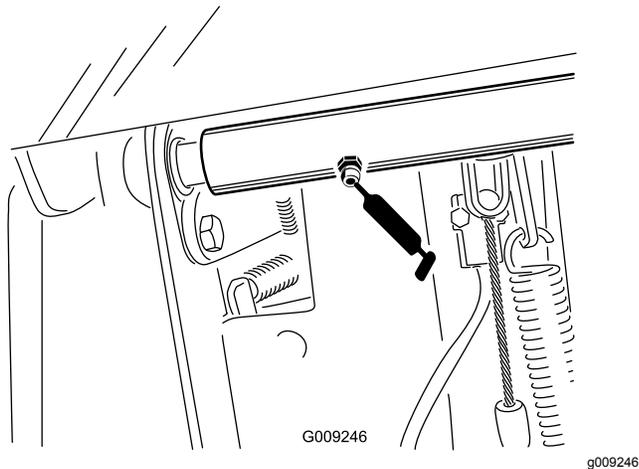

Figura 33
- Pedale del freno, cuscinetti dell'albero di articolazione (2) (Figura 33)